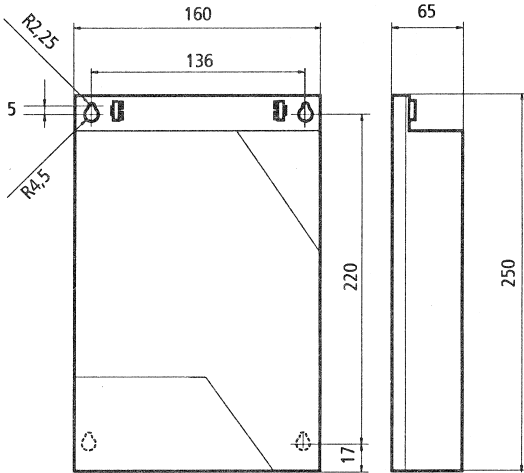

fig.1
## **F** Boîtier du détecteur Flair (Fig.1)
## **E** Flair detector box (Fig.1)
## **SP** Caja del indicador de fallas Flair (Fig.1)
- Pousser les pattes vers l'extérieur (A) tout en séparant le socle du capot (B).
- Fixer le socle à l'aide de vis - position des trous de fixation définie en fig.1 p.3